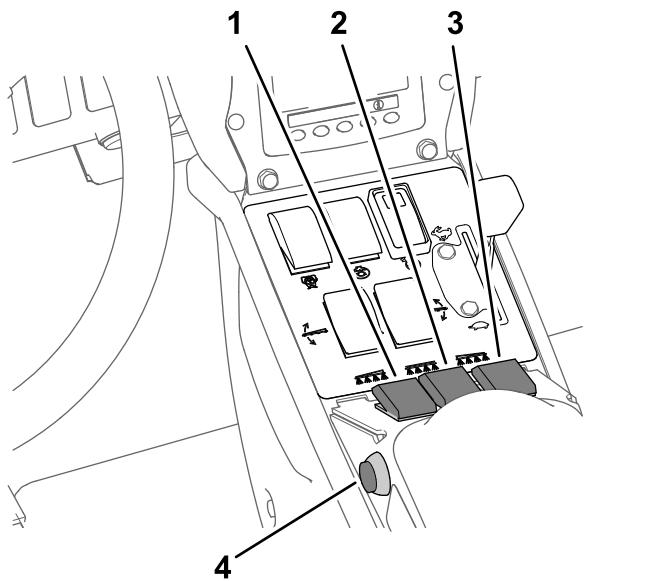

Рисунок 36
7. Установите переключатель (переключатели) секций опрыскивания в положение Вкл. (Рисунок 36).
10. Начните движение на машине с требуемой скоростью, а затем установите главный переключатель секций в положение Вкл., чтобы начать опрыскивание (Рисунок 36).
3. Установите главный переключатель секций в положение Выкл.; см. Рисунок 36 в разделе Опрыскивание в режиме заданной нормы внесения \(страница 40\).
7. Устанавливайте переключатели секций по мере необходимости в положения Вкл.; см. Рисунок 36 в разделе Опрыскивание в режиме заданной нормы внесения \(страница 40\).
9. Начните движение на машине с требуемой скоростью, а затем установите главный переключатель секций в положение Вкл., чтобы начать опрыскивание Рисунок 36 Опрыскивание в режиме заданной нормы внесения \(страница 40\)